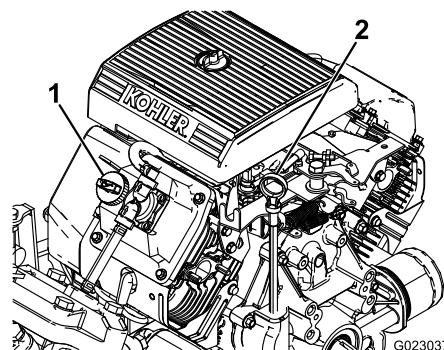

Bild 42
2. Nehmen Sie den Peilstab heraus und wischen Sie ihn mit einem sauberen Lappen ab (Bild 42). Stecken Sie den Peilstab in das Rohr und stellen Sie sicher, dass er vollständig eingeführt ist. Nehmen Sie den Peilstab heraus und prüfen Sie den Ölstand.
3. Wenn der Ölstand niedrig ist, nehmen Sie den Fülldeckel von der Ventilabdeckung ab (Bild 42) und füllen Sie Öl auf, bis der Ölstand die VOLL-Markierung am Peilstab erreicht. Gießen Sie Öl langsam ein und prüfen Sie den Ölstand häufig während des Füllens. Nicht überfüllen.
8. Gießen Sie ungefähr 80 % der angegebenen Ölmenge langsam in den Öleinfüllstutzen (Bild 42).